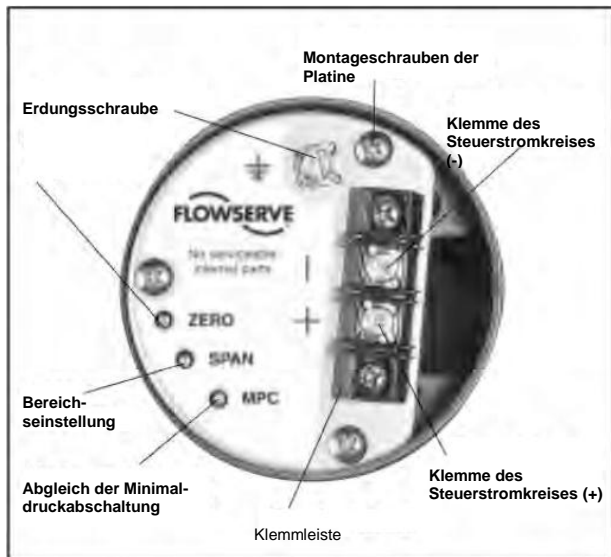

Abbildung 10: Platine des Moduls NT 3000
2. Die Gehäuseabdeckung des I/P-Moduls entfernen. (Siehe Abb. 10)
Der XL-Stellungsregler mit I/P-Transducer besitzt eine "Minimum Pressure Cutoff (MPC)" genannte Minimaldruckabschaltungsfunktion, die es dem Bediener ermöglicht, den Stellungsregler so einzustellen, dass bei Unterschreiten eines benutzereinstellbaren Eingangssignals der Ausgangsdruck schnell auf etwa 1,7 psi abfällt, wodurch sich das Ventil in die Schließposition bewegt. Diese Funktion wird im Allgemeinen benutzt, wenn ein schnelles Schließen erforderlich ist oder um einer Drosselung in der Nähe des Ventilsitzes zuvorzukommen. Um diese Funktion einzustellen, gehen Sie unter Bezugnahme auf Abb. 10 wie folgt vor: